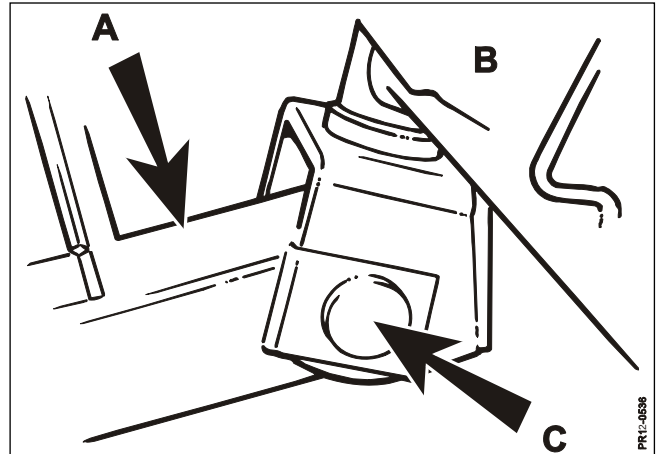

Fig. 1-2
- Fig. 1-2:** Relier la tête d'attelage **B** à la poutre **A** au moyen de l'axe **C**.